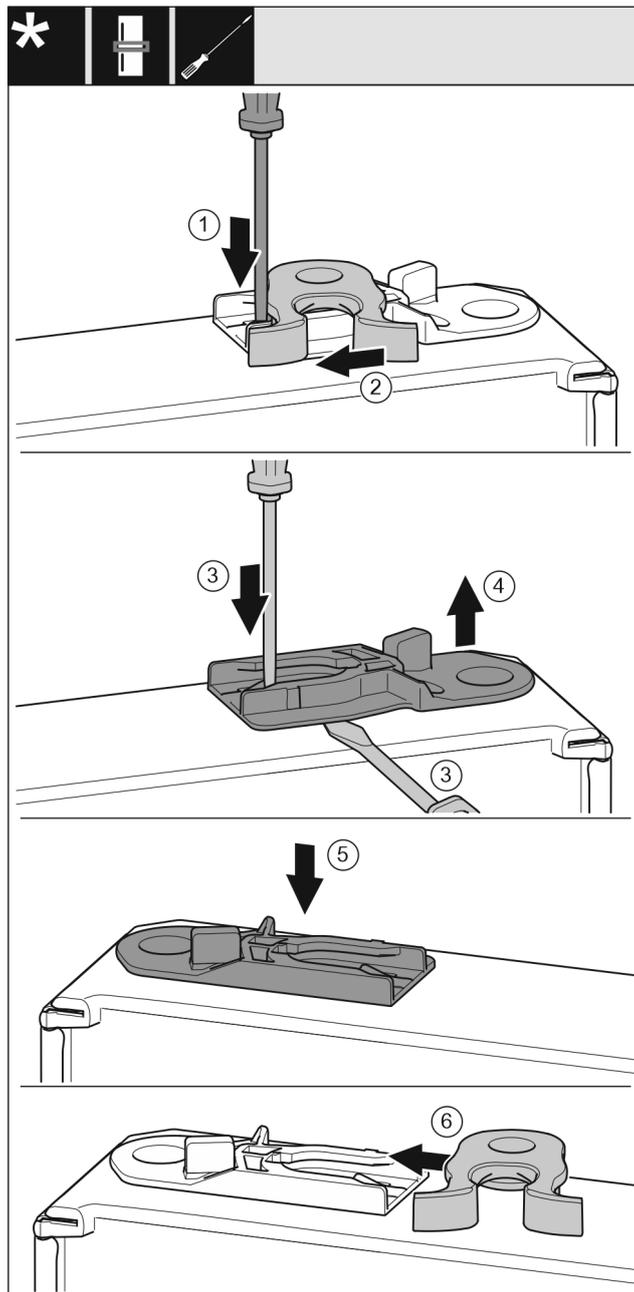

Fig. 18
- Premere la linguetta verso il basso con un cacciavite a testa a intaglio. Fig. 18 (1)
- Estrarre il gancio di chiusura dalla guida. Fig. 18 (2)
- Estrarre la boccola di guida: premere la linguetta con il cacciavite a testa a intaglio e contemporaneamente spingerla con un cacciavite sotto la boccola di guida. Fig. 18 (3, 4)
- Inserire sull'altro lato dell'apparecchiatura la boccola di guida fornita in dotazione. Fig. 18 (5)
- Spingere il gancio di chiusura nella guida. Fig. 18 (6)